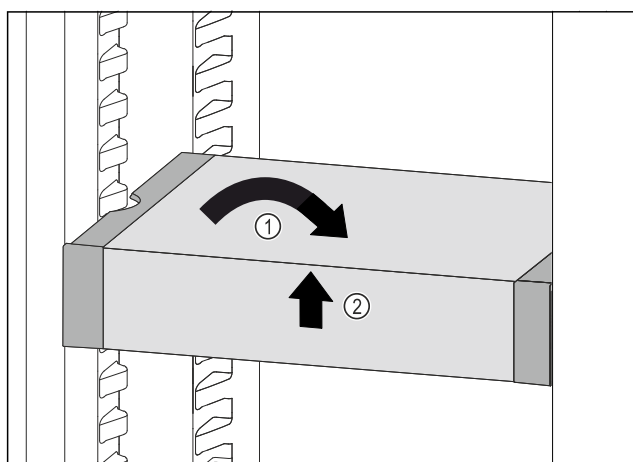

Fig. 124
- ▶ Ställ VarioSafe rakt. Fig. 124 (1)
- ▶ Lyft VarioSafe framåt. Fig. 124 (2)